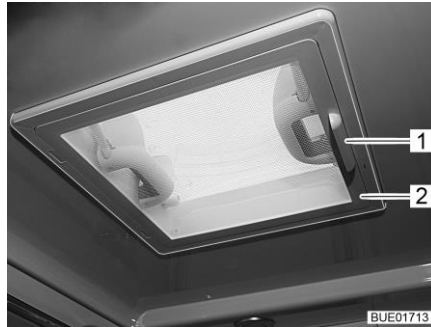

Bild 61 Taklucka med snäpplås
- Sväng ned insektsskyddet (Bild 61,2) med handtaget (Bild 61,1).